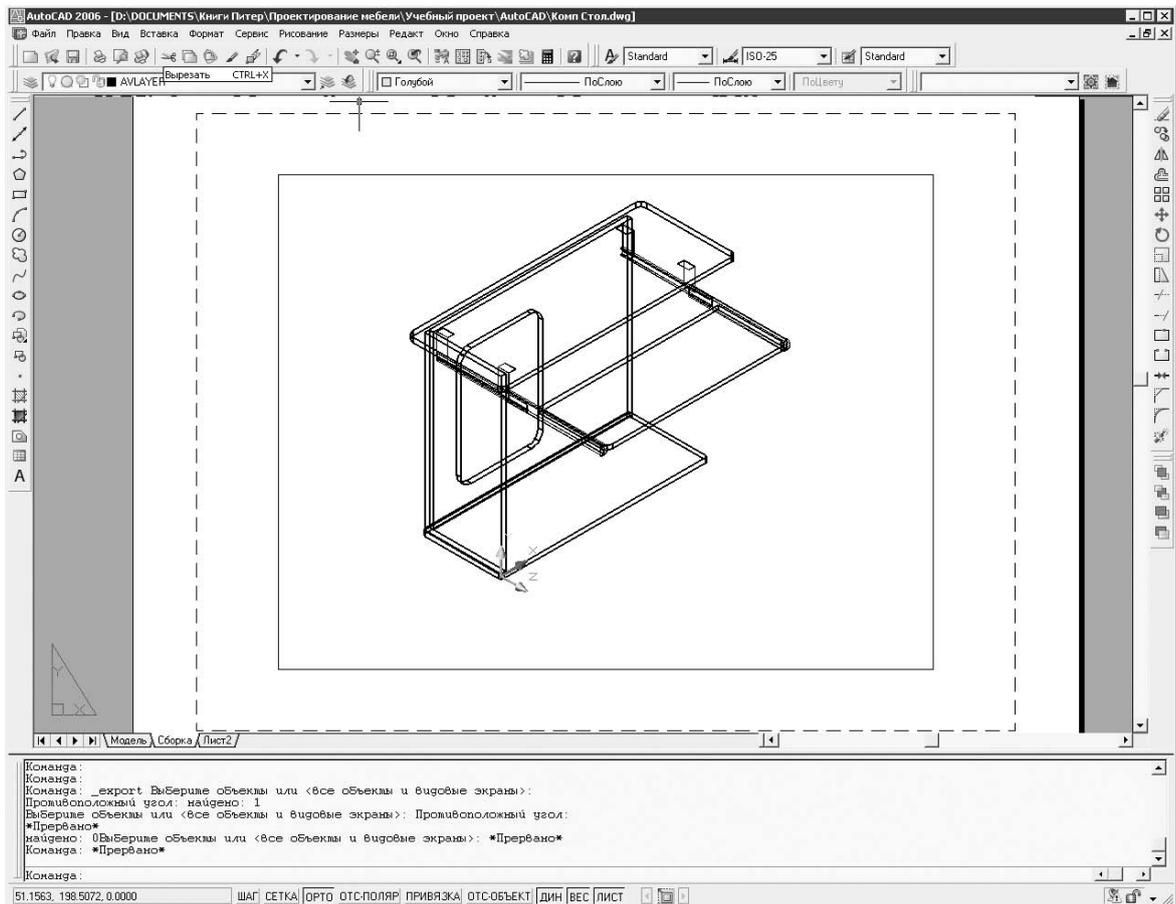

Рис. 5.11
5. Переключиться обратно в пространство листа, щелкнув кнопкой мыши на строке состояния на индикаторе МОДЕЛЬ/ЛИСТ, — появится стереометрическое изображение собранного стола (рис. 5.11).